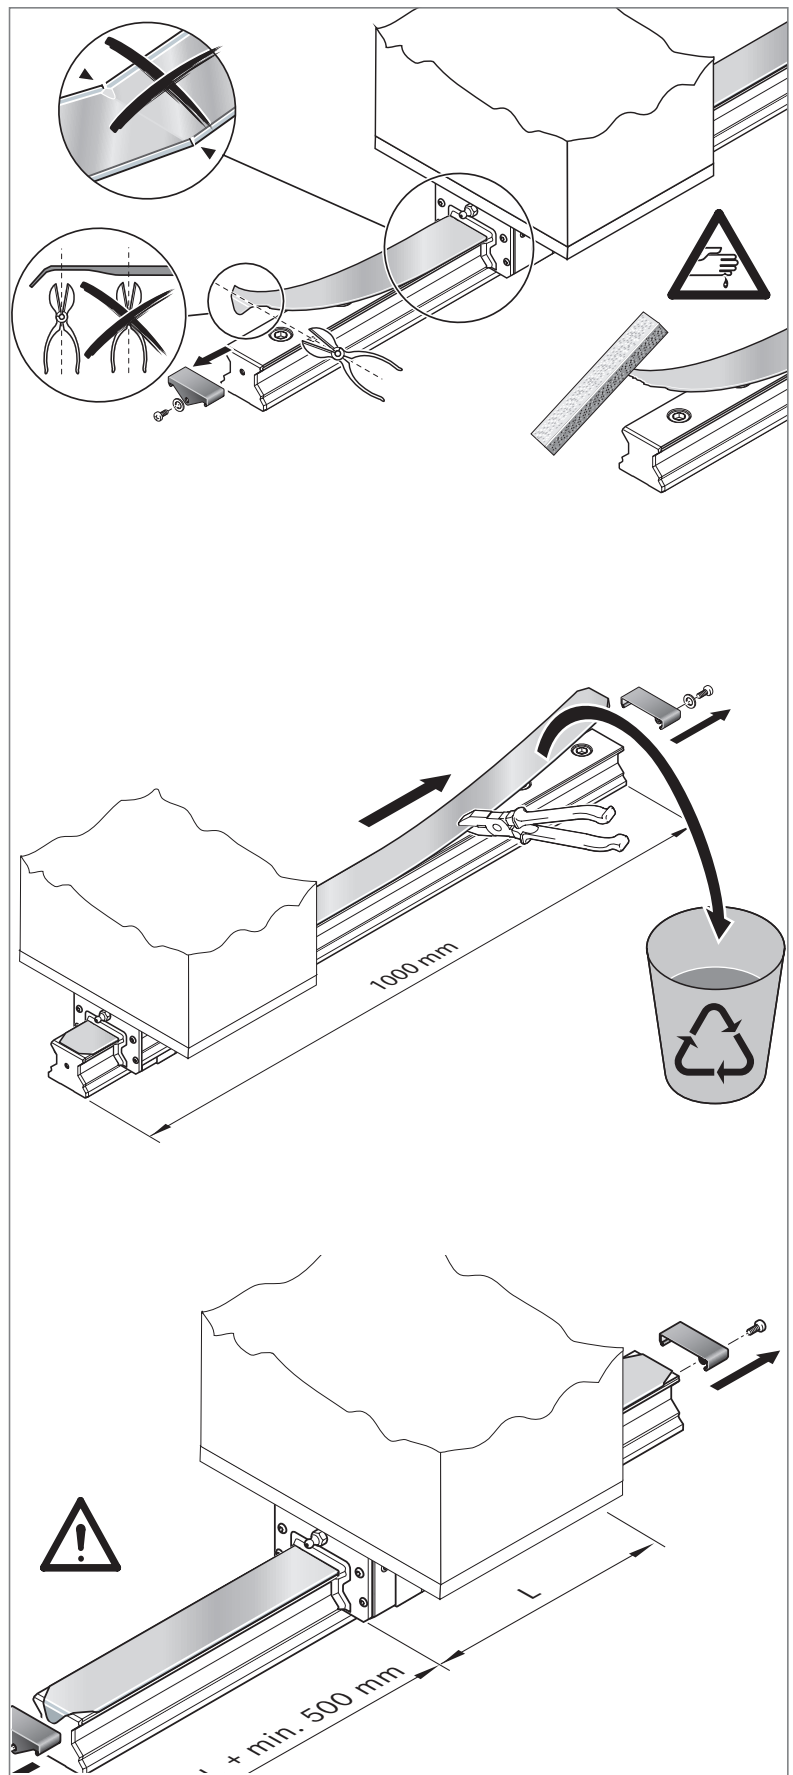

Fig. 41: Demontage Abdeckband mit Festsitz
- ▶ Bandzunge abschneiden. ➡ Fig. 41